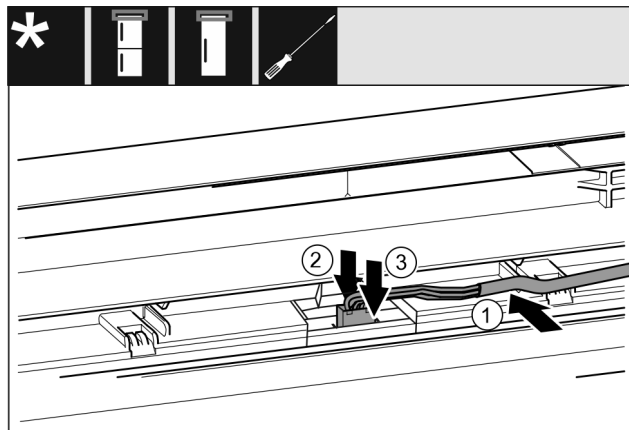

Fig. 44
- ▶ Introducir el cable gris en la guía de la puerta superior. Fig. 44 (1)
- ▶ Presionar hacia atrás la lengüeta de retención. Fig. 44 (2)
- ▶ Encajar el conector. Fig. 44 (3)